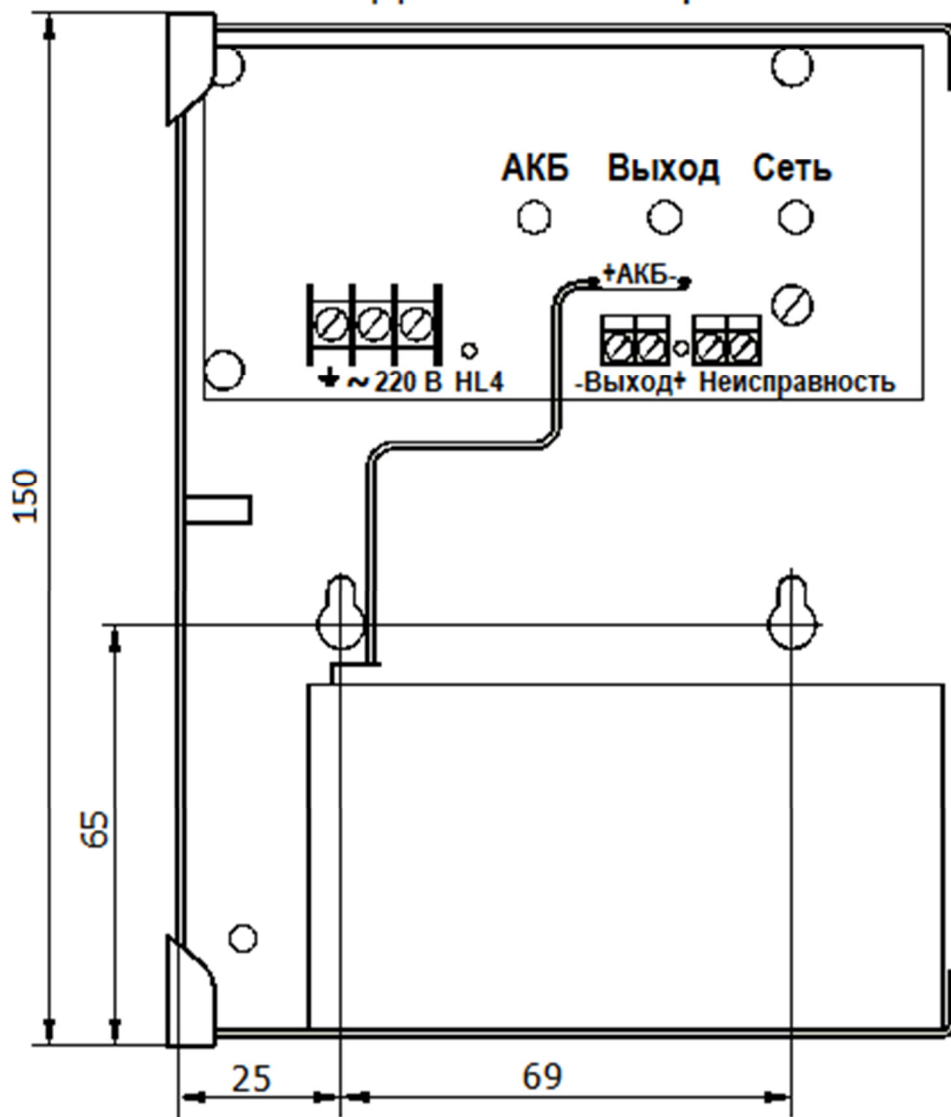

Рисунок 1 - Габаритные и установочные размеры БРП
- д) подсоединить провода питания к контактам колодки зажимов ~ 220 В в соответствии с маркировкой (см. рисунок 1);